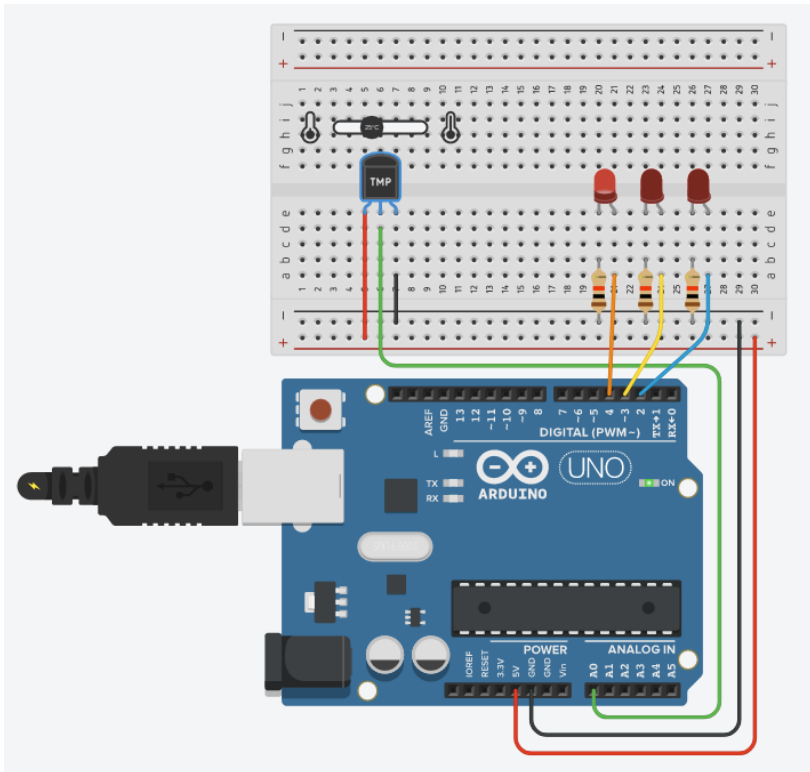

Рисунок 6.2 – Схема плати з датчиком руху
Розглянемо приклад використання датчика температури. На платі (рис. 6.2) розташований сам датчик. Для того, щоб працювати з датчиком температури у режимі симуляції в середовищі Tinkercad, необхідно натиснути на датчик та на області, що з'явилася, змінювати положення бігунка температури курсором миші.
6.3.1 Створити схему, як зображено на рис. 6.2 та рис.6.3, додати код.